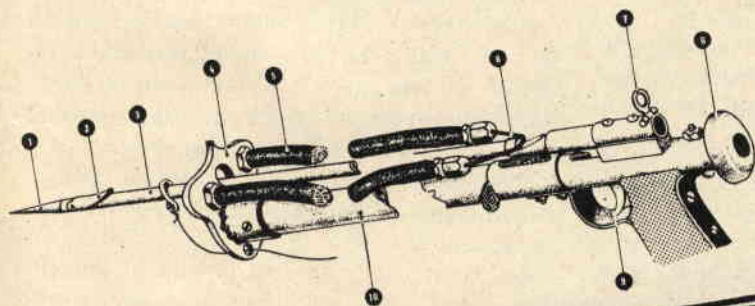

Fig. 5 - Particolari del fucile subacqueo:
Fig. 5 - Il laringofono e la cuffia, che accompagnano il pescatore subacqueo, sono collegati tra loro e al cavo che fa capo alla spina, nel modo indicato in figura. Un conduttore della cuffia e uno del laringofono sono uniti tra di loro e al filo di massa (2).